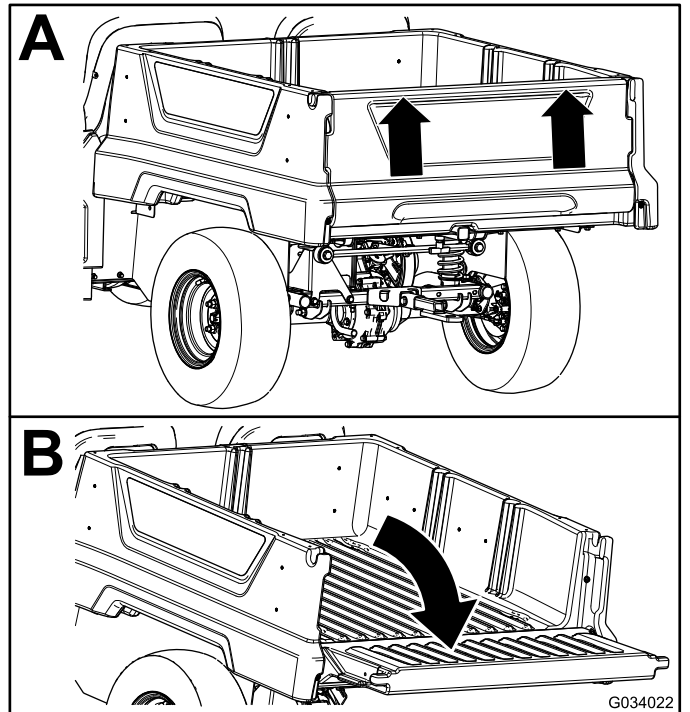

Bild 17
3. Senken Sie die Heckklappe ab, bis sie bündig mit dem Boden der Ladepritsche ist (Bild 17).
2. Heben Sie die Heckklappe mit beiden Händen an der Leiste oben an der Heckklappe an (Bild 17).